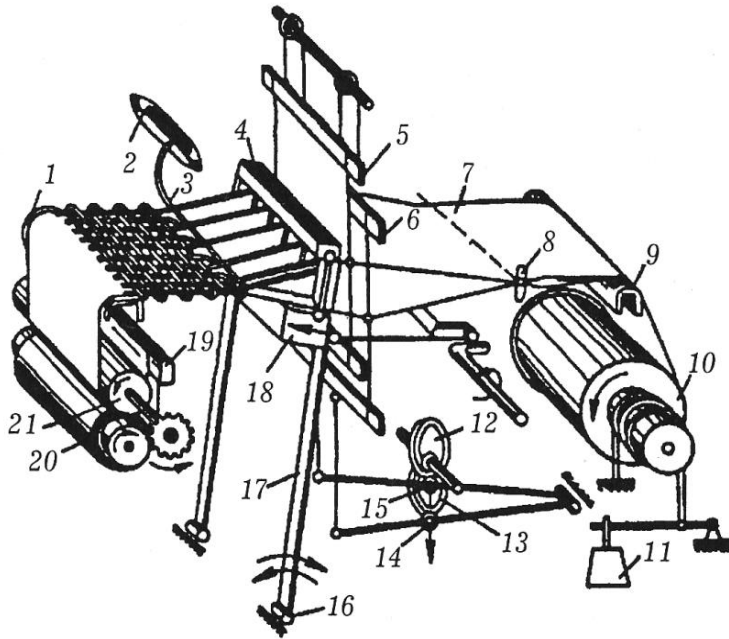

Рис. 5. Схема ткацького верстату
2.Тканину отримують на ткацькому верстаті, найпростішу схему якого зображено на рис. 5.